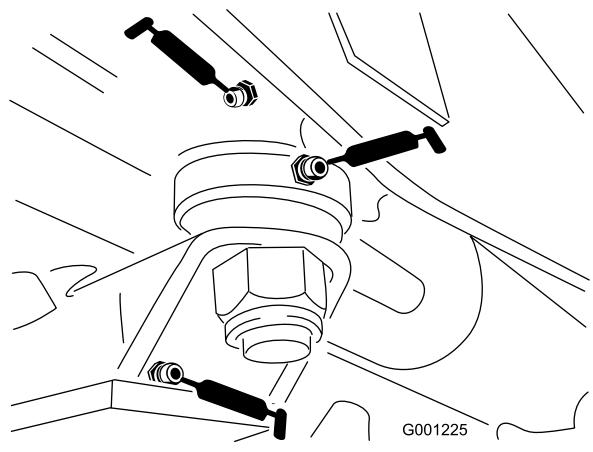

図 42
- ・ステアリング・プレートのブッシュ(図 42)
- ・アクスル・ピンのブッシュ(図 42)